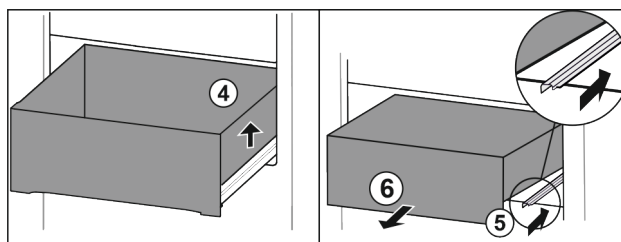

Fig. 90
- Lade rechts optillen. Fig. 90 (4)
- Rechter rail erin schuiven. Fig. 90 (5)
- Lade naar voren toe verwijderen. Fig. 90 (6)